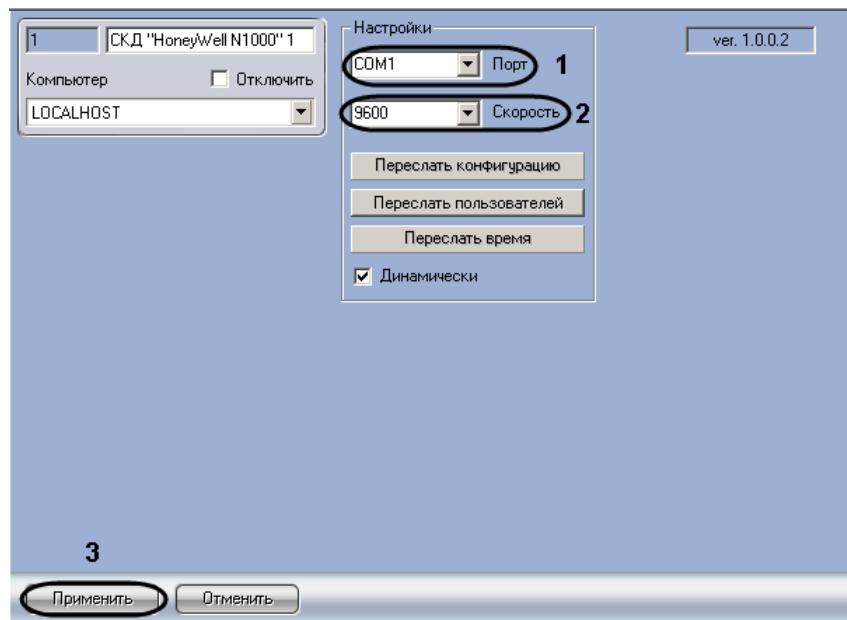

Рис. 3.2—2 Панель настроек объекта СКД “HoneyWell N1000”
2. Из раскрывающегося списка **Порт** выбрать COM-порт подключения устройств СКУД HoneyWell N1000 к Серверу Интеллект (см. Рис. 3.2—2, 1).
3. Из раскрывающегося списка **Скорость** выбрать скорость передачи данных по COM-порту подключения устройств СКУД HoneyWell N1000 к Серверу Интеллект (см. Рис. 3.2—2, 2).